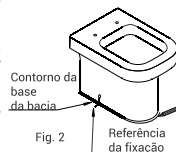
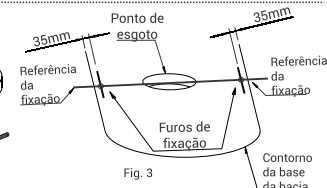

Fig. 2
Fig. 3
- Com a bacia ainda no local de instalação, trace no piso uma linha em todo o contorno da base da louça, marque também no piso a posição dos furos de fixação da bacia (Fig. 2). Retire a bacia e ligue as duas marcações referentes a fixação com uma reta. Medir 35mm a partir da linha de contorno da bacia, sobre a linha de fixação e marcar. Furar o local demarcado com uma broca de 10mm e inserir a bucha S10C (item 7). (Fig. 3).